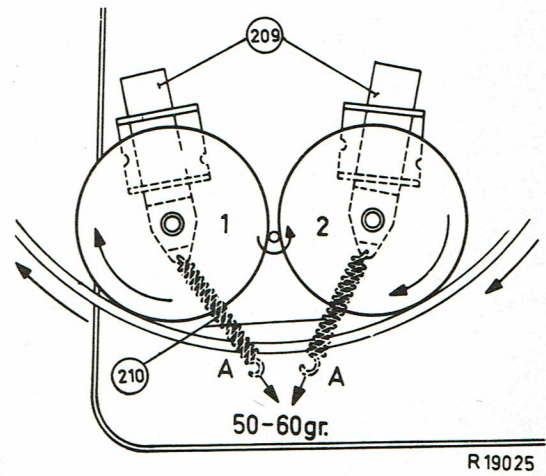

Fig. 23
3. Les tensions des ressorts mesurées au point A (voir la fig. 23 doivent être 50 à 60 gr.